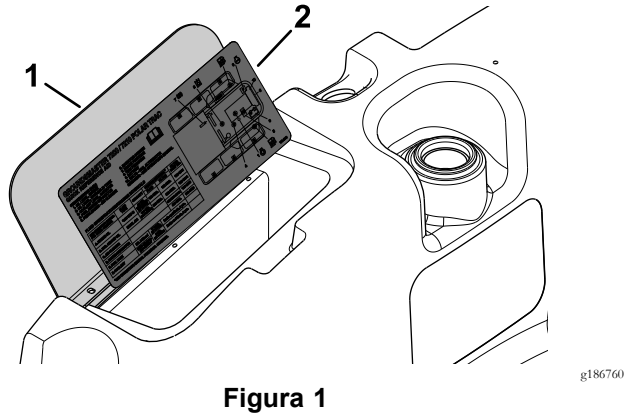

Figura 1
1. Limpie la tapa para asegurar una buena adhesión de la pegatina (Figura 1).
2. Retire el papel protector y coloque la pegatina en la tapa (Figura 1).